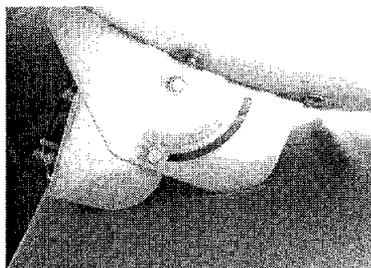

FIG. 5
5. Realice el preajuste de elevación, (fig. 5).